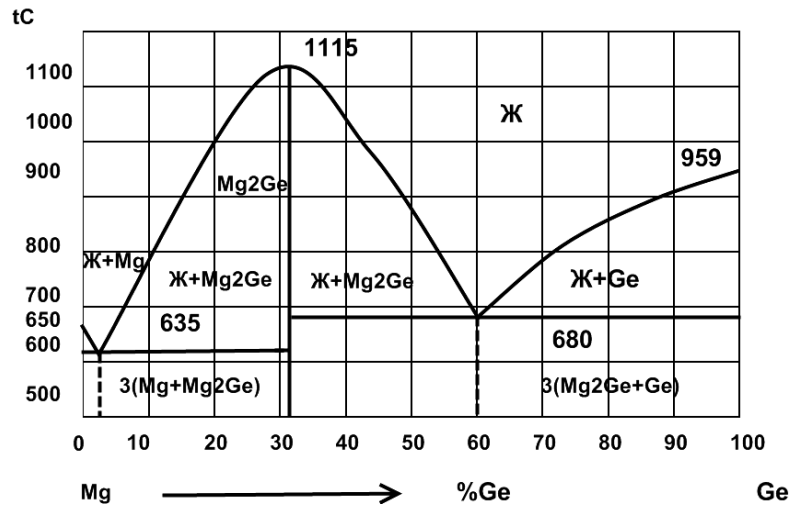

Рис. 7. Диаграмма состояния магний – германий (Mg – Ge)
2. Вычертите диаграмму состояния системы магний – германий (Mg – Ge). Опишите взаимодействие компонентов в жидком и твердом состояниях, укажите структурные составляющие во всех областях диаграммы состояния и объясните характер изменения свойств сплавов в данной системе с помощью правил Курнакова (рис. 7).